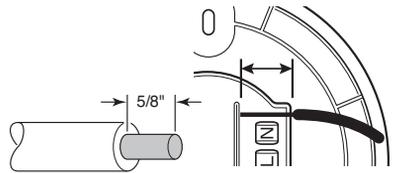

Figura 1
*Nota:* Si es necesario, pele 5/8 de pulgada de aislamiento de los cables de la caja de conexiones. Use la guía de medición de longitud del conductor en la parte de atrás de la placa de montaje para asegurarse que la longitud del conductor sea la correcta (vea la Figura 1).